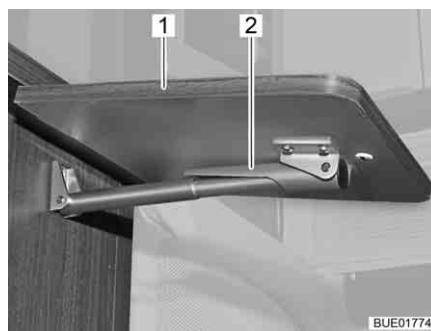

Bild 123 Klappbord till köksbänk, upplåst
- Ta tag i klappbordet till köksbänk (Bild 123,1) yttre del och lyft det lätt uppåt. Med den andra handen trycker du fästet (Bild 123,2) vid teleskop-hållaren uppåt.